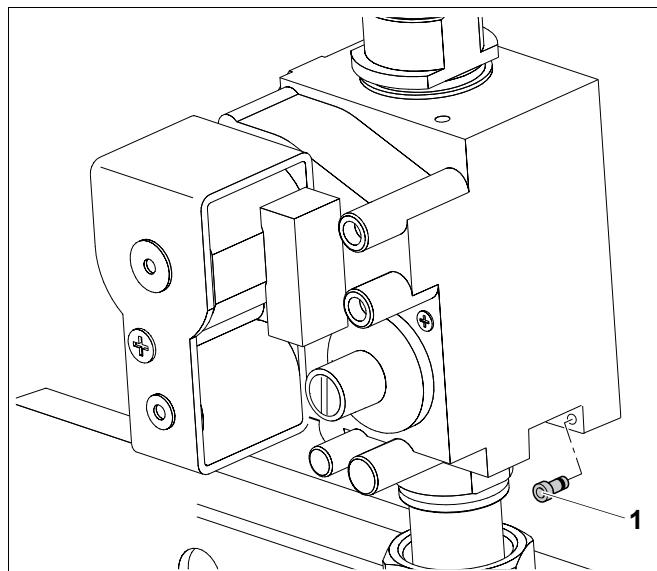

Рис. 48 Монтаж и демонтаж переходника для сжиженного газа
- Вставить переходник для сжиженного газа вместе с уплотнением (рис. 48, **поз. 1**).
- Вынуть переходник для сжиженного газа (рис. 48, **поз. 1**).